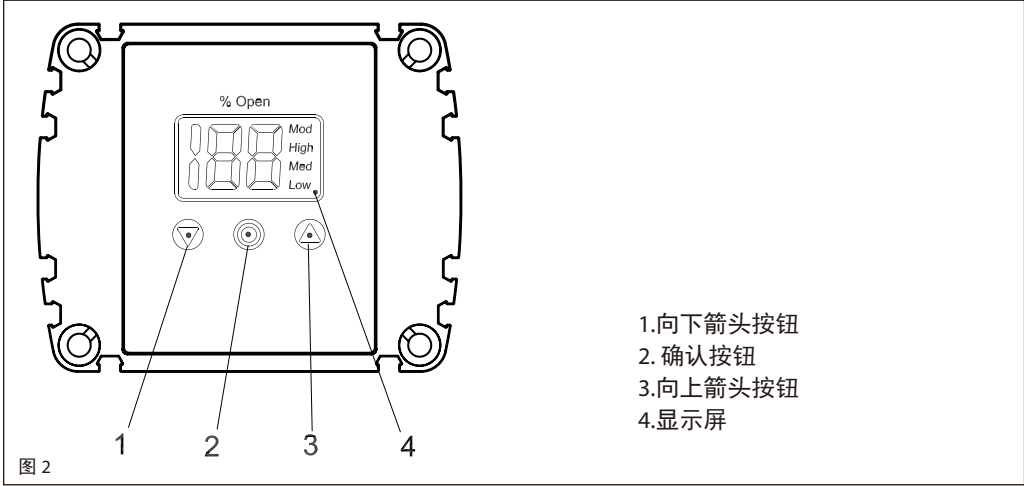

图 2
ICAD MMI (见图 2 和 3) 用来管理参数设置。
- 向下箭头按钮 (图 2, 位置 1)
- 向上箭头按钮 (图 2, 位置 3)
- 确认按钮 (图 2, 位置 2)
- 按确认按钮 2 秒来退出参数列表返回到显示开度 (OD) 的界面
- 显示 (图 2, 位置 4)
- 通过文本显示状态 (图 2, 位置 4)
如果检查出警报 (图 2), 屏幕上会交替显示: 实际警报和 ICM 阀开度。